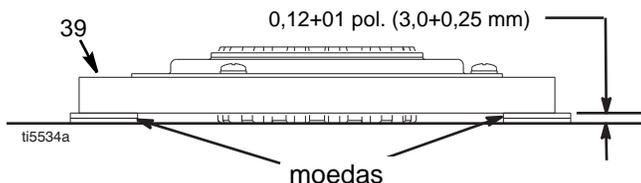

FIG. 8
1. FIG. 8. Coloque dois conjuntos de duas moedas numa superfície lisa da bancada.
2. Coloque o induzido (39) sobre dois conjuntos de moedas.